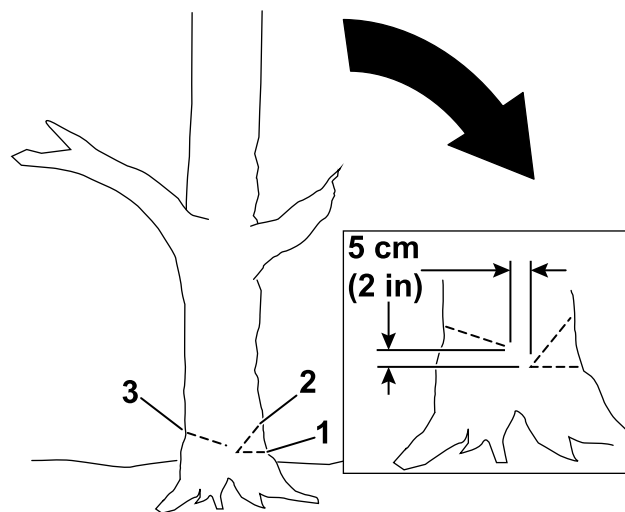

Figure 15
- 4. Commencez par couper le tiers du diamètre de l'arbre, du côté où vous voulez qu'il tombe \(Figure 15\).
- 5. Faites une deuxième coupe oblique pour former une encoche, en commençant au moins 5 cm (2 po) au-dessus de la première coupe \(Figure 15\).
- 6. Faites le trait d'abattage du côté opposé à l'encoche et environ 5 cm (2 po) plus haut que le bas de l'encoche, comme montré à la Figure 15.
Important: Important : Arrêtez la troisième entaille 2,5 à 5 cm (1 à 2 po) avant l'encoche pour former une charnière entre les entailles (Figure 15), ce qui empêche l'arbre de tomber dans la mauvaise direction ou de pivoter dans sa chute.
Remarque: Quand le trait d'abattage approche de la charnière (Figure 15), l'arbre devrait commencer à tomber.